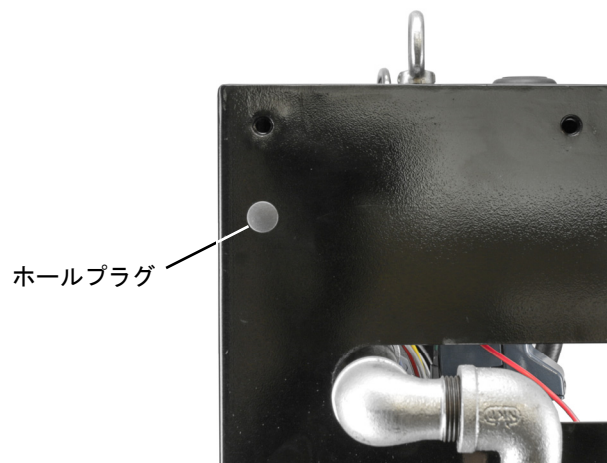

Fig. 4
- 2) 本体左側面にあるホールプラグを取り外してください。（Fig.4）